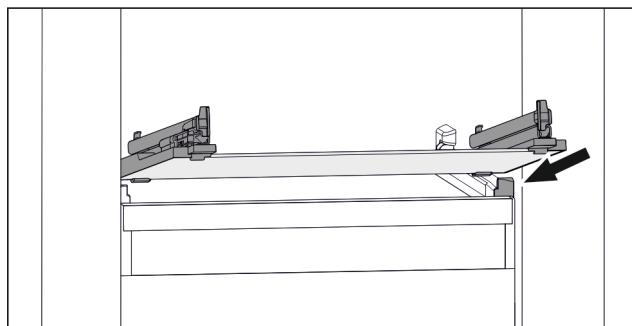

Fig. 53 Приближене відображення скляної пластини
- Встановити скляну пластину за стопорами навколо. (див. Fig. 53)